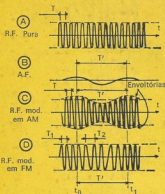

FIG. 1 — Dois processos de modulação de um sinal portador de alta frequência por um sinal de áudio.
A FM (modulação de frequência) é um processo de modulação, que consiste na variação da frequência f de uma portadora (no caso um sinal de R.F.), de acordo com a variação da amplitude de outro sinal de menor frequência (no caso de áudio). Tal processo é mostrado na Fig. 1, onde temos, em (A), o sinal de R.F. puro; em (B), um sinal de áudio, por exemplo senoidal; em (C), o sinal de R.F. modulado em amplitude pelo sinal de áudio, com suas duas envolventes idênticas ao sinal de áudio, representado em (B); e, por fim, em (D), o sinal de R.F. modulado em frequência pelo sinal de áudio.